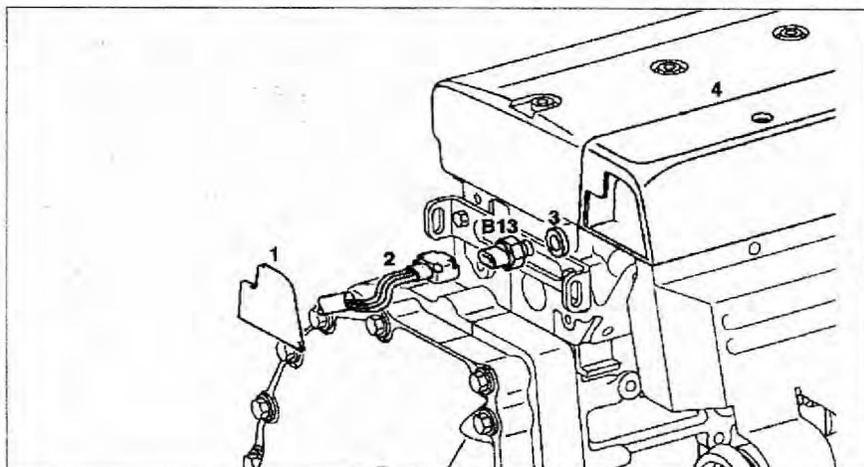

Рис. 3.35. Датчик давления сжатого воздуха:
2. Снимите крышку 1 с впускного коллектора 4 (рис. 3.35).